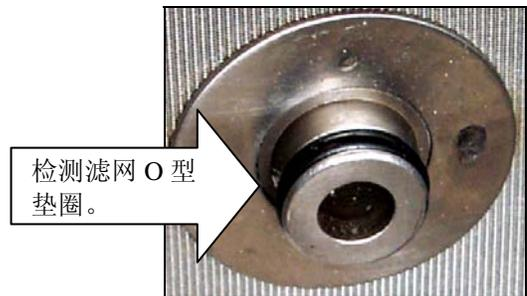

图 6
2. 检测 Magnasol 过滤器组件底部的接头，确保 O 型垫圈存在，并且性能良好。（参见图 6）